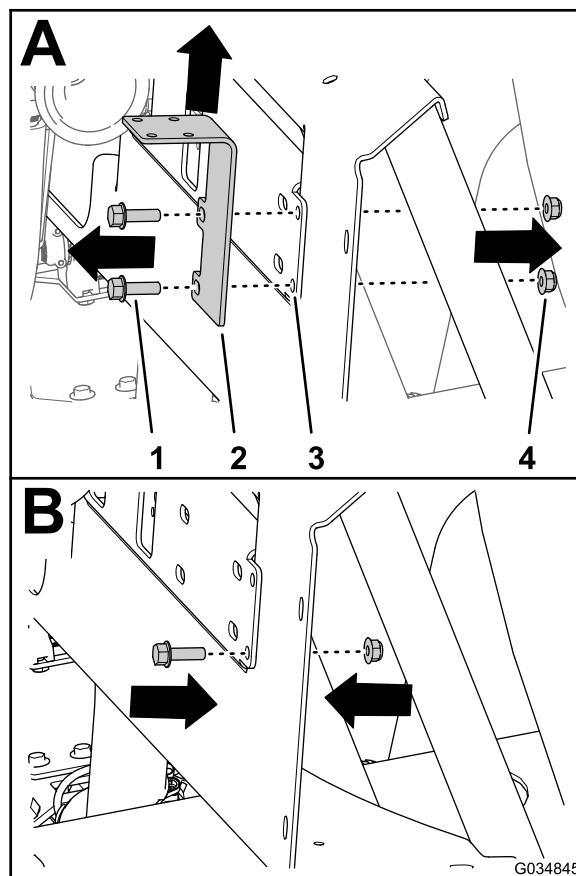

Figura 54
5. Retire los 2 pernos con arandela prensada ($\frac{5}{16}$ " x 1") y las 2 contratuercas con arandela prensada ($\frac{5}{16}$ ") que fijan el soporte de sujeción de la válvula de cierre del desvío al bastidor del distribuidor (Figura 54, A) y retire el soporte de la válvula de cierre.
6. Monte un perno con arandela prensada (5/16" x 1") y una contratuerca con arandela prensada (5/16") en el soporte del distribuidor (Figura 54, B) en la posición inferior del soporte de la válvula de cierre que retiró en el paso 5.